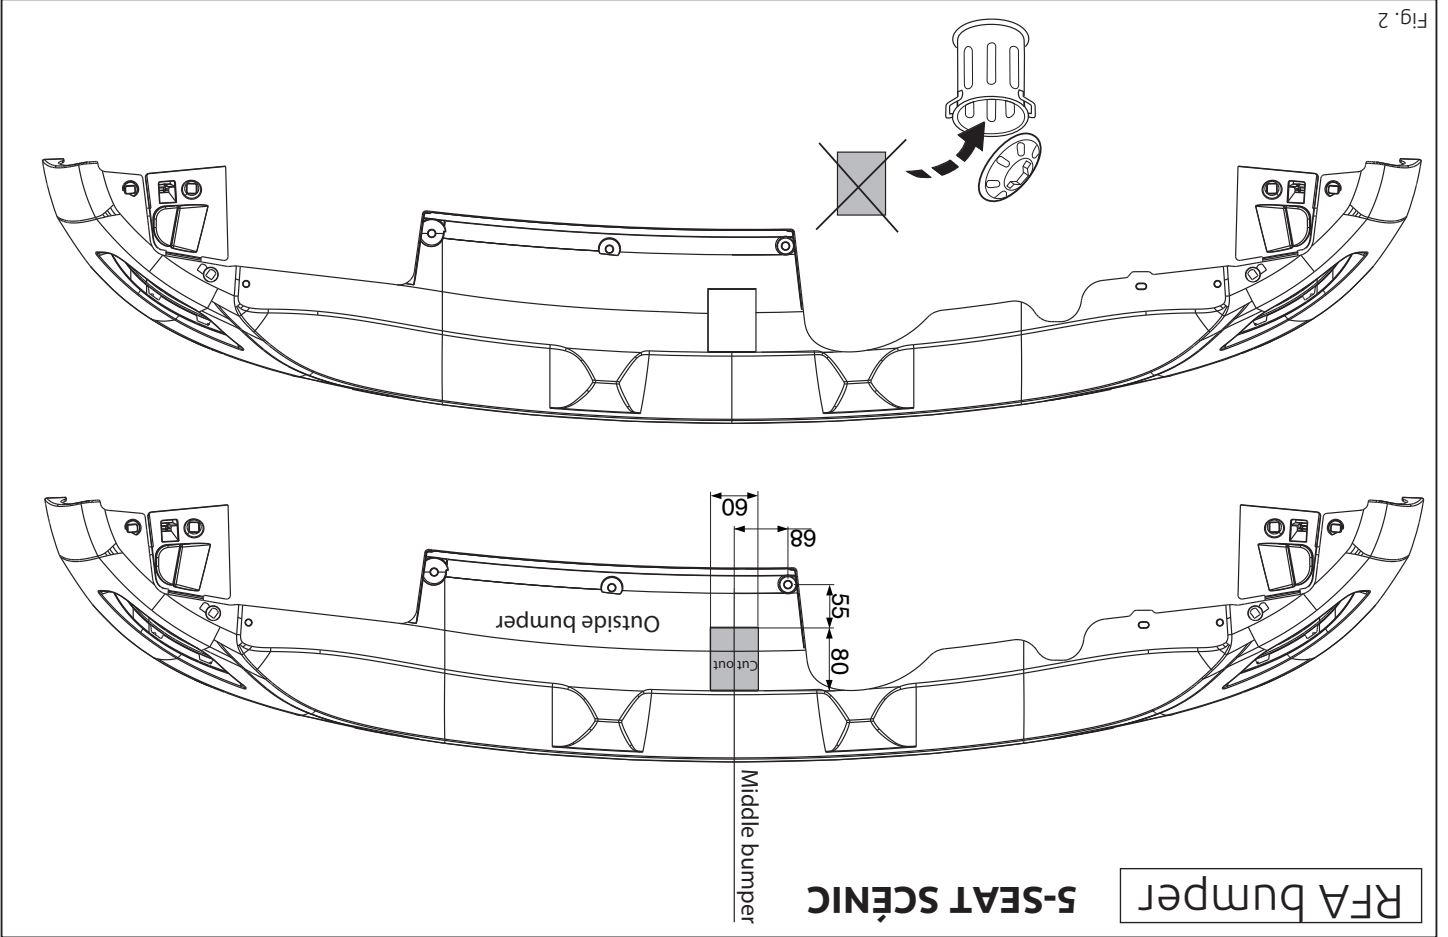

Fig. 2
8. Saw out the portions as indicated in fig. 2, 2a and 2b.
8. Gemäß Abb. 2,2a und 2b die angegebenen Teile heraussägen.
8. Выпилить обозначенные части, как указано на рис. 2,2a и 2b.
8. Scier les parties indiquées conformément à la figure 2,2a et 2b.